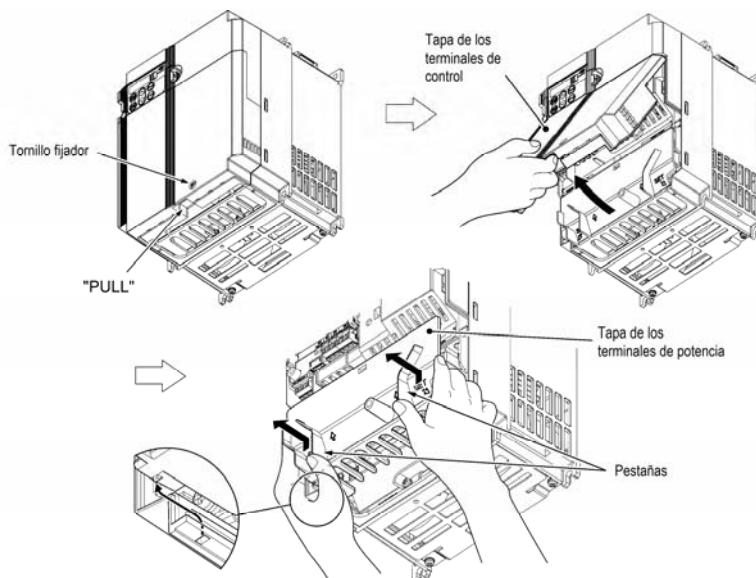

Figura 3.2 Retirar las tapas (En los variadores de potencia de 5.5 y 7.5 kW)
- ① Para retirar la tapa de los terminales de control, desenroscar el tornillo que se encuentra en la parte inferior de esta; después presionar la pestaña de la tapa (etiqueta "PULL"), y tirar hacia arriba.
- ② Para retirar la tapa de los terminales de potencia, poner los pulgares en las pestañas de la parte superior de esta. Desplazar horizontalmente con los pulgares mientras, con los dedos se desplaza la tapa verticalmente. (Figura 3.2).